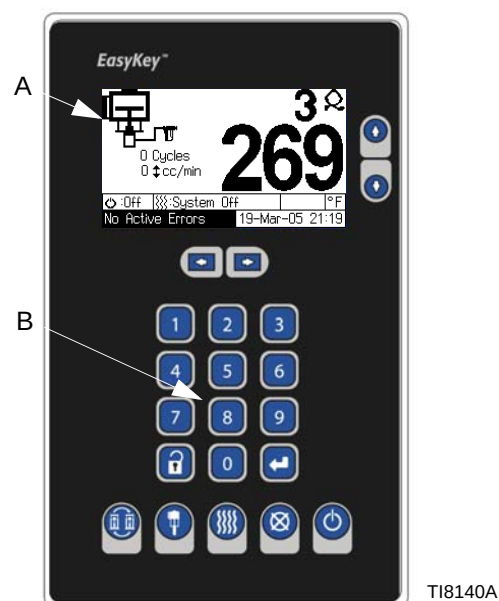

FIG. 7: EasyKey Afficheur et clavier
L'afficheur EasyKey est une interface utilisateur simple comprenant un affichage LCD (A) et un clavier (B). Voir FIG. 7.